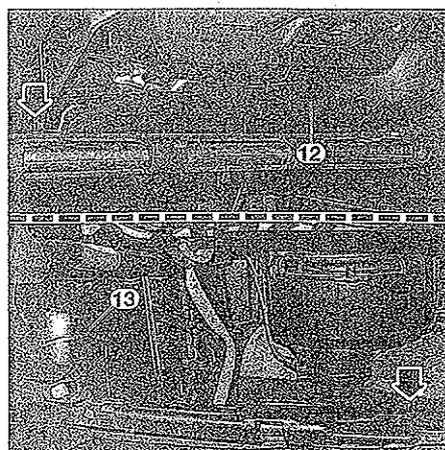

FIG. 33
- las tuberías de ventilación de suelo delantera, izquierda (12) y derecha (13) (fig. 33).